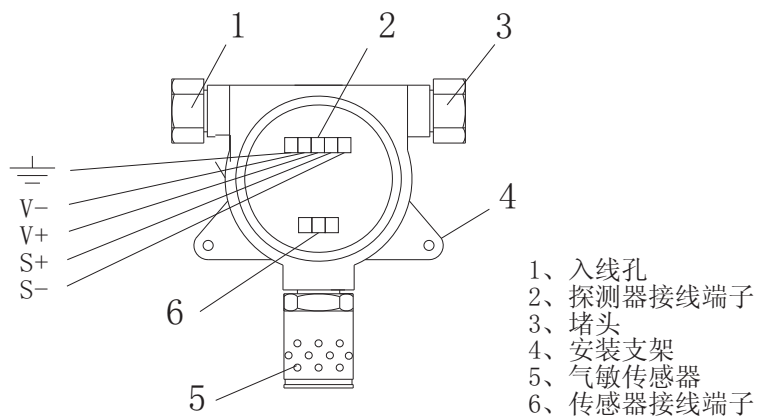

图1：探测器结构
4.2、探测器的结构(见图1)：
4.3 探测器的安装（探测器安装在防爆区）：（见图1）